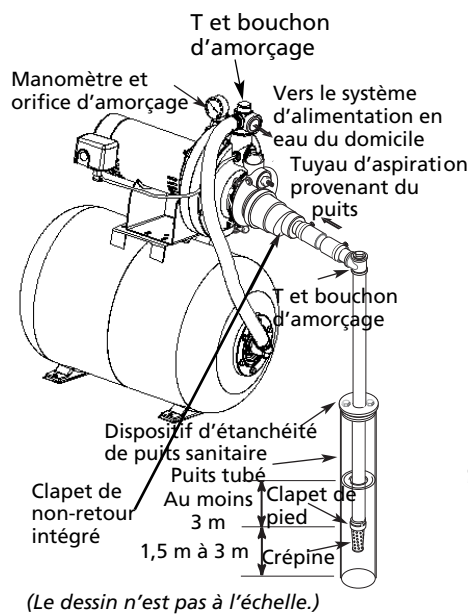

Figure 6 – Installation pour un puits tubé
NOUVEAU PUIS PEU PROFOND, INSTALLATION D'UNE POINTE DE PUIS ENFONCÉ (FIGURE 6)
INSTALLATION POUR UN PUIS TUBÉ D'AU MOINS 2 PO DE DIAMÈTRE (FIGURE 6)
3. Assembler le clapet de pied, la crépine et le tuyau du puits (voir Figure 6). Vérifier que le clapet de pied fonctionne librement.
5. Installer un T d'amorçage, un bouchon d'amorçage et le tuyau d'aspiration vers la pompe (voir Figure 6). Raccorder le tuyau provenant du puits à l'orifice d'aspiration de la pompe en utilisant le moins possible de raccords (en particulier, de coudes), car les raccords augmentent la friction dans le tuyau. Le diamètre du tuyau d'aspiration doit être au moins égal à celui de l'orifice d'aspiration de la pompe. Utiliser du ruban au PTFE ou une pâte à joint à base de PTFE sur les raccords filetés du tuyau. Soutenir le tuyau de manière à ce qu'il ne fléchisse pas, à ce qu'il n'applique pas de contraintes au corps de la pompe et à ce qu'il présente une pente légère vers le haut dans la direction du puits à la pompe (les points élevés peuvent former des poches d'air qui bloquent le pompage). Assurer l'étanchéité des joints du tuyau d'aspiration à l'aide de ruban au PTFE ou d'une pâte à joint à base de PTFE. Les joints doivent être étanches à l'air et à l'eau. Si le tuyau d'aspiration peut aspirer de l'air, la pompe ne peut pas extraire l'eau du puits.